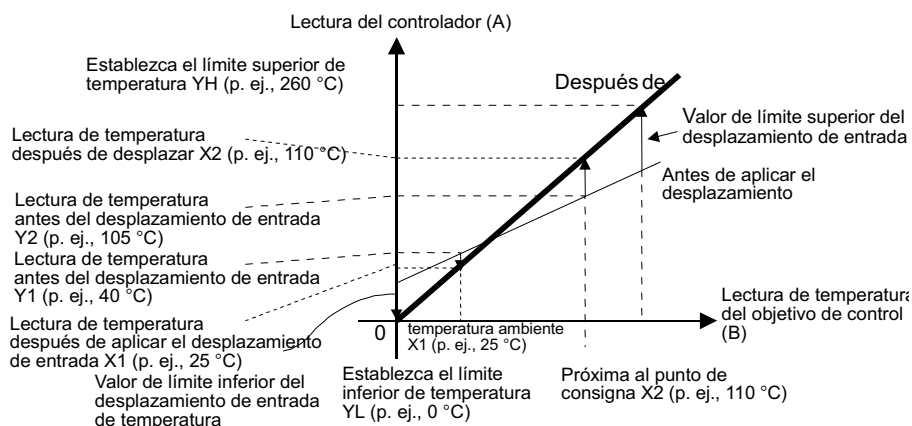

Figura 3 Desplazamiento de entrada de temperatura de dos puntos
- La lectura del controlador se desplazará en dos puntos, cerca de la temperatura ambiente y cerca de la temperatura a la que es preciso mantener el objetivo de control. Por esta razón, lleve la temperatura objetivo cerca de la temperatura ambiente y cerca del punto de consigna, y compruebe la lectura del termómetro (B) y la lectura del controlador (A) en ambos puntos.
- Mediante las ecuaciones 1 y 2, calcule el valor de los límites superior e inferior del desplazamiento de entrada de temperatura a partir de los valores obtenidos en el paso 1. La *Figura 3* muestra el efecto de un desplazamiento de entrada de temperatura de 2 puntos.